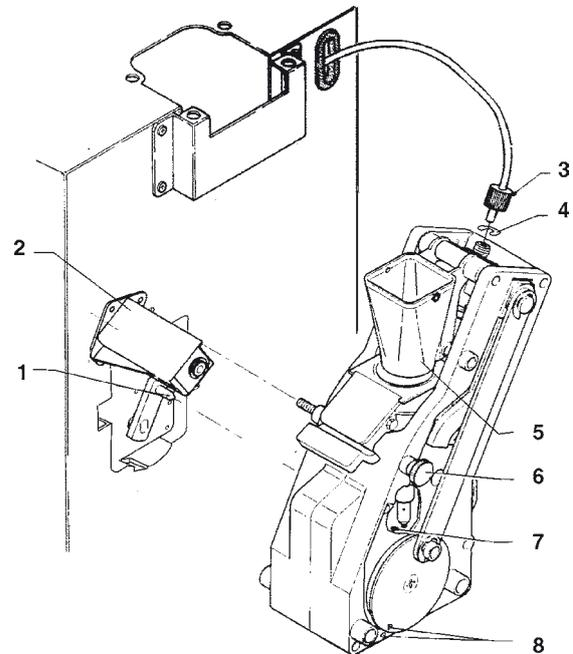

Fig. 24
- desconectar del pistón superior el tubo de teflón que conecta la caldera, teniendo cuidado en no perder la guarnición (ver fig. 24);
- Aflojar los tornillos A y B hasta que se pueda remover el embudo del café (ver fig. 24);